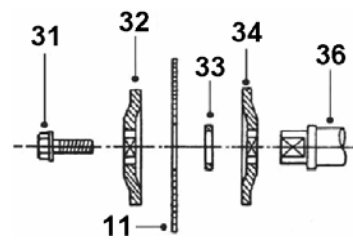

Рис. 6
8.3.2. Установите пильный диск (11) в соответствии с последовательностью, указанной на Рис.6, так, чтобы зубья пильного диска (11) были направлены вниз в передней части пилы. На шпиндель (36) установите внутренний фланец (34), переходное кольцо (33) и пильный диск (11) с соответствующим посадочным диаметром. Установите наружный фланец (32). Закрутите болт (31), вращением против часовой стрелки, удерживая кнопку (29) фиксации шпинделя (36) в нажатом положении. Установите и закрепите защитный кожух (12). После установки пильного диска (11) при первом включении и при последующей работе не находите в плоскости вращения пильного диска (11).